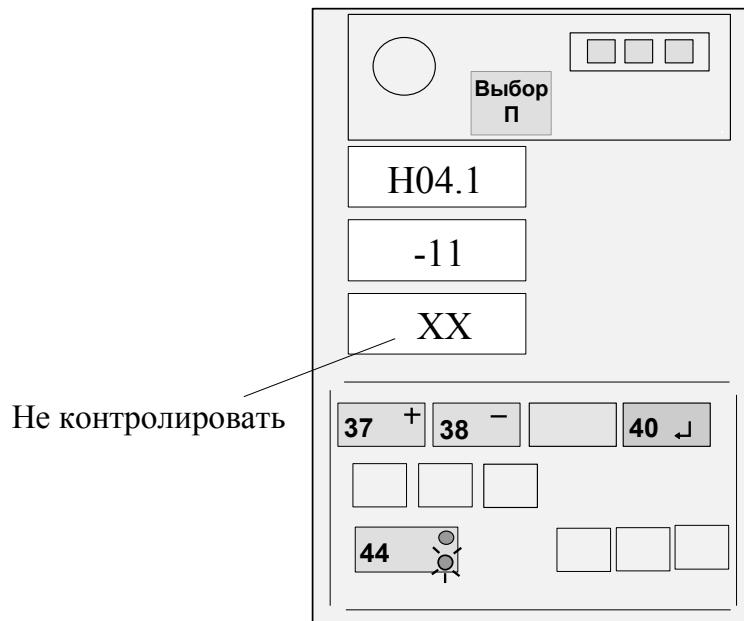

Рисунок 16 - Ввод температурного коэффициента
Если значение коэффициента, указанное на жгуте ПрД, отличается от значения, выдаваемого на средний ИЖЦ, нажатием кнопки 44 установить на верхнем ИЖЦ код "H04.1", а затем, нажимая кнопки "+" (37) и "-" (38), установить на среднем ИЖЦ значение коэффициента для штокового ПрД (см. рисунок 16, на котором в качестве примера установлено значение для коэффициента M11), причем знак плюс на индикаторе не отображается, а знак минус отображается символом " - ".